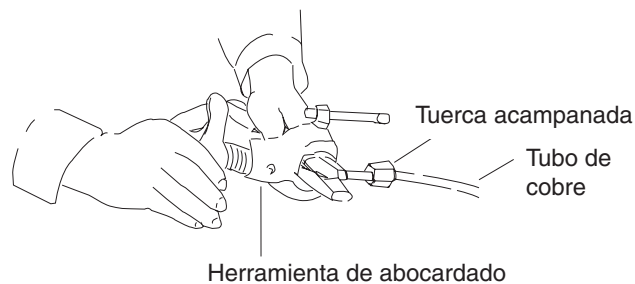

Fig. 6-3
- (3) Quitar la tuerca acampanada de la unidad y asegurarse de colocarla en el tubo de cobre.
- (4) Abocardar el extremo del tubo de cobre con una herramienta de abocardado.* (Fig. 6-3)